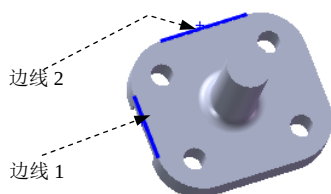

图 3.19.3 选取参考边线
Step4. 定义阵列参数。单击以激活 **方向 1** 区域中  按钮后的文本框，选取图 3.19.3 所示的边线 1 为方向 1 的参考边线，在 **方向 1** 区域的  文本框中输入数值 40.0，在  文本框中输入数值 2；单击以激活 **方向 2** 区域中  按钮后的文本框，选取图 3.19.3 所示的边线 2 为方向 2 的参考边线，在 **方向 2** 区域的  文本框中输入数值 50.0，在  文本框中输入数值 2。